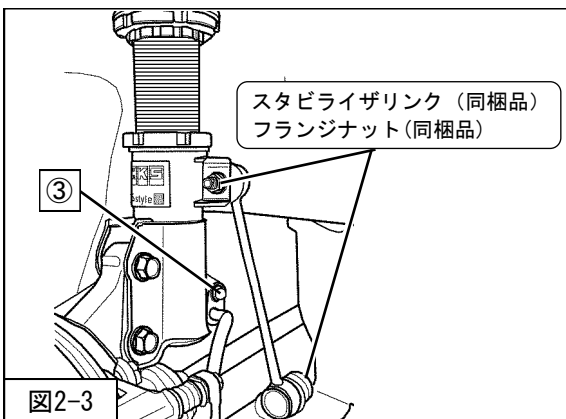
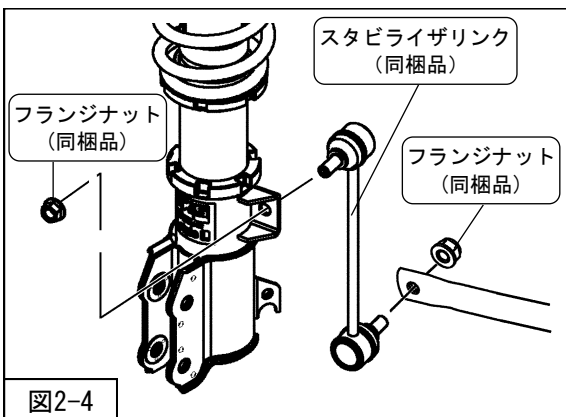

図2-3
図2-4
- 5. ③ブレーキホース取付ボルト（締付トルク：22N・m）を取付けてください。（図2-3）
を取付けてください。（図2-3・図2-4）